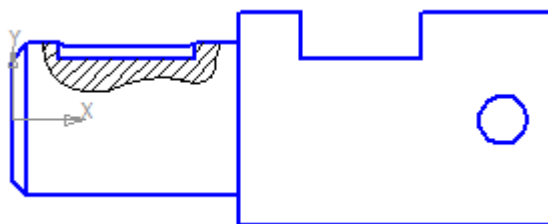

Рис. 7.18
19. Для зображення шпонкового паза, побудувати місцевий розріз, використовуючи команди  *Відрізок*,  *Крива Безьє*,  *Штрихування* (рис. 7.18).